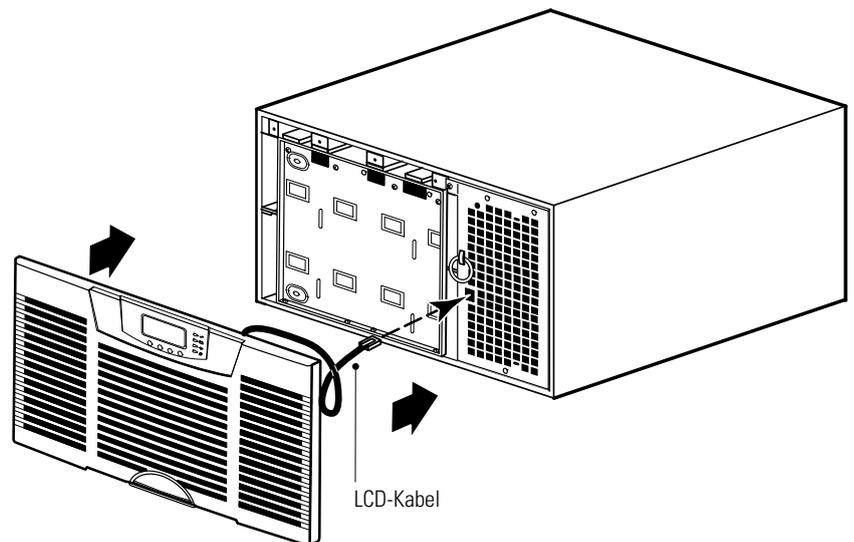

Abbildung 28. Montage der USV-Frontplatte
5. Die vordere Abdeckung an der USV befestigen (siehe Abbildung 28):